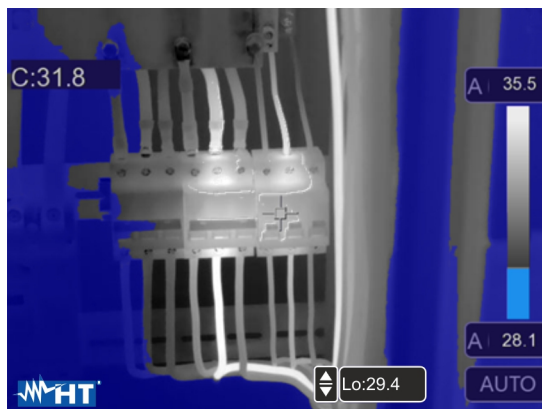

Fig. 42: Selezione isoterma Allarme sotto Temp.
7. Toccare il campo "Lo" nella parte bassa del display e usare i tasti freccia ▲ o ▼ per impostare il valore della soglia di temperatura **minima** al di sotto della quale lo strumento mostra i punti dell'immagine in colore blu e in grigio i restanti punti (vedere Fig. 42)